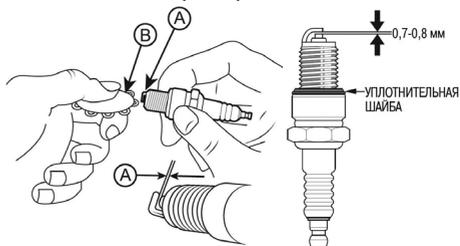

Рис. 36. Проверка межэлектродного зазора
4. Измерьте зазор А между электродами свечи зажигания специальным щупом В. Зазор должен быть 0,7-0,8 мм (Рис. 36). При увеличении или уменьшении требуемого зазора, рекомендуется заменить свечу, так как регулировка зазора может привести к изменению качества искрообразования.